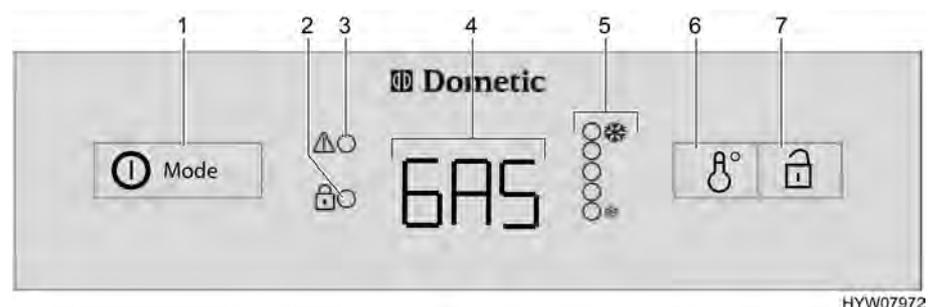

Fig. 166 Elementi di comando per il frigorifero (serie Dometic 8 con AES)
In caso di guasti il relativo indicatore LED "⚠" (Fig. 166,3) lampeggia.
Se l'alimentazione a 230 V **non** è allacciata e il motore del veicolo è **spento**, il sistema AES seleziona il rifornimento di gas. Selezionando il funzionamento a gas, il dispositivo di sicurezza si apre automaticamente, così che il gas possa fluire al bruciatore. Contemporaneamente si inserisce l'accenditore elettronico. Se la fiamma del gas si spegne, p. es. a causa di un colpo di vento, l'accenditore viene subito azionato riaccendendo il gas. In caso di guasti nel funzionamento a gas, nell'indicazione di funzionamento (Fig. 166,4) lampeggia la scritta "GAS".
Dopo l'accensione il frigorifero seleziona automaticamente la regolazione intermedia del termostato. Questa impostazione può essere modificata manualmente con l'interruttore per la regolazione della temperatura (Fig. 166,6). Gli indicatori LED (Fig. 166,5) visualizzano la temperatura selezionata sul termostato. Con l'interruttore viene regolata la temperatura di refrigerazione per tutti i tre tipi di energia. Ci vogliono alcune ore prima che il frigorifero raggiunga la temperatura normale di esercizio. Cambiando la modalità di funzionamento la regolazione del termostato non viene modificata. La temperatura di refrigerazione è indipendente dal tipo di energia utilizzata.
- Premere l'inseritore/selettore di energia (Fig. 166,1) per 2 secondi, per accendere l'apparecchio. L'ultima modalità di funzionamento prescelta viene visualizzata nell'indicazione di funzionamento (Fig. 166,4).
- Con l'inseritore/selettore di energia (Fig. 166,1) selezionare il tipo di energia.
- Regolare la temperatura di refrigerazione sull'interruttore per la regolazione della temperatura (Fig. 166,6). Gli indicatori LED (Fig. 166,5) visualizzano la regolazione del termostato prescelta.
- Premere l'inseritore/selettore di energia (Fig. 166,1) per 2 secondi. Cancellare tutte le indicazioni.